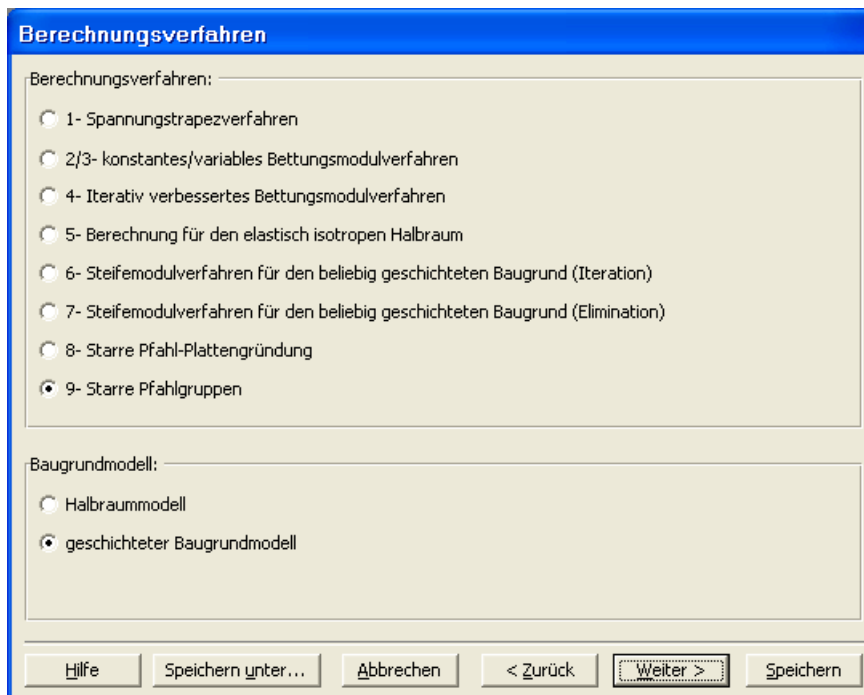

Bild 11-3 Menü "Berechnungsverfahren"
Nach Klicken von "Weiter" erscheint das Menü "Berechnungsverfahren" (Bild 11-3).
- Wählen Sie das Berechnungsverfahren "9-Starre Pfahlgruppen" (Bild 11-3)